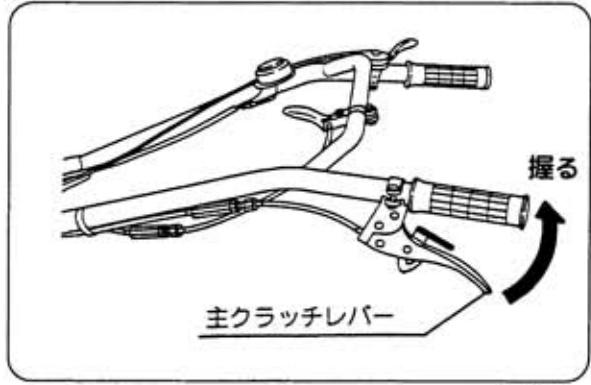

図27
- ② 主クラッチレバーを【握る】と発進します。主クラッチレバーはゆっくりと操作してください。（図27）